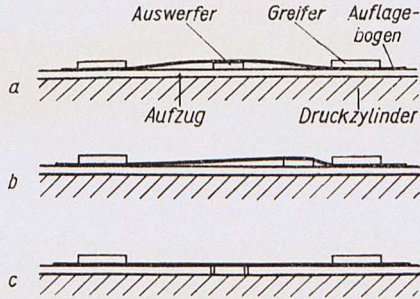

Bild 25
1. Eine der wichtigsten Voraussetzungen für störungsfreien Fortdruck an der Zweitourenmaschine sind die im richtigen Verhältnis zueinander eingestellten Greifer, Auswerfer und Brücken. Man kann sie nicht „irgendwie“ verteilen, sondern richtet sich nach einer ganz bestimmten Regel. Diese lautet: Greifer und Auswerfer dürfen nicht zu dicht, aber Brücke und Auswerfer müssen stets ganz eng beieinanderstehen. Was sind die Gründe hierfür? Da der Auflagebogen auf dem Auswerfer liegt, wird er natürlich dadurch etwas angehoben. Es bildet sich eine kleine Bausche. Sie ist meist bedeutungslos und gleicht sich wieder aus (siehe Bild 25 a). Steht der Auswerfer aber zu dicht am Greifer, so tritt die Bausche stärker in Erscheinung, wie Bild 25 b deutlich zeigt. Der auf dem Zy-
linder aufliegende Auswerfer läßt sich aber auch ganz versenken, wenn der Aufzug an der betreffenden Stelle ausgeschnitten wird (Bild 25 c). Ein Hängenbleiben des angelegten Bogens findet nicht statt, weil er ja von dem rotierenden Zylinder mitgenommen wird.